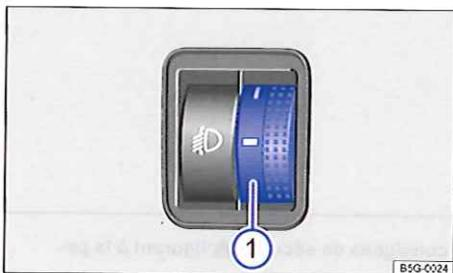

Fig. 87 À côté du volant : molette de réglage du site des projecteurs ①
Selon la valeur réglée, le réglage du site des projecteurs ⇒ fig. 87 ① adapte en continu les faisceaux lumineux des projecteurs à l'état de chargement du véhicule. Le conducteur bénéficie ainsi d'une visibilité optimale et les automobilistes venant en sens inverse ne sont pas éblouis ⇒ .